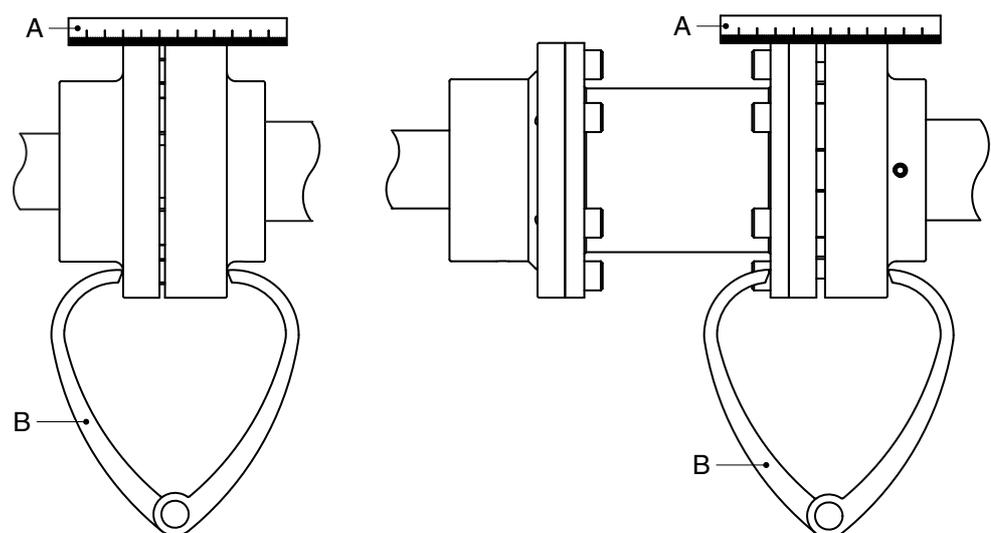

Figure 3: Alignement de l'accouplement à l'aide d'une règle et d'une paire de compas d'épaisseur externes.
- 1 Placez une règle (A) sur l'accouplement. Placez ou déplacez autant de cales de cuivre que nécessaire pour que le moteur électrique se trouve à la hauteur appropriée afin que le bord droit soit en contact avec les deux demi-accouplements sur toute la longueur, voir figure 3.
- 3 Vérifiez encore l'alignement à l'aide d'une paire de compas d'épaisseur externes (B) en deux points diamétralement opposés sur les côtés des demi-accouplements, voir figure 3.